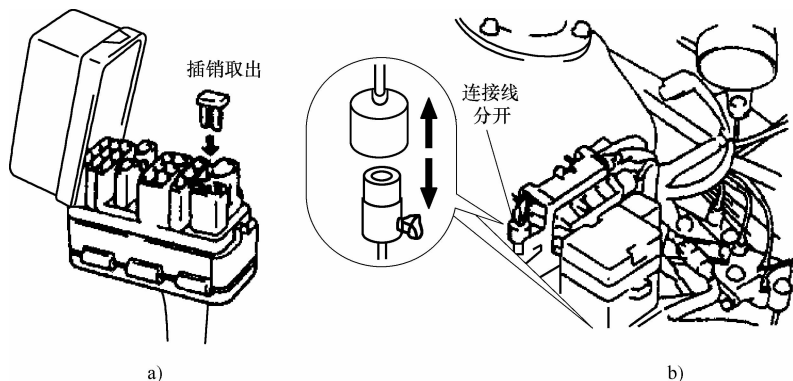

图 3-111 维修插接器插头和 WA、WB 插头
①点火开关置 ON,脱开维修插线器插头或将 WA 与 WB 之间的短接销拔出,如图3-111所示。
②将发动机室内的故障诊断座或驾驶室内的 TDCL 插接器的 TC 与 E1 端子用跨接线连接。
③由仪表板上的 ABS 警告灯即可读出故障码。
④故障码读取完毕,取下跨接 TC 与 E1 端子的跨接线,关闭点火开关。